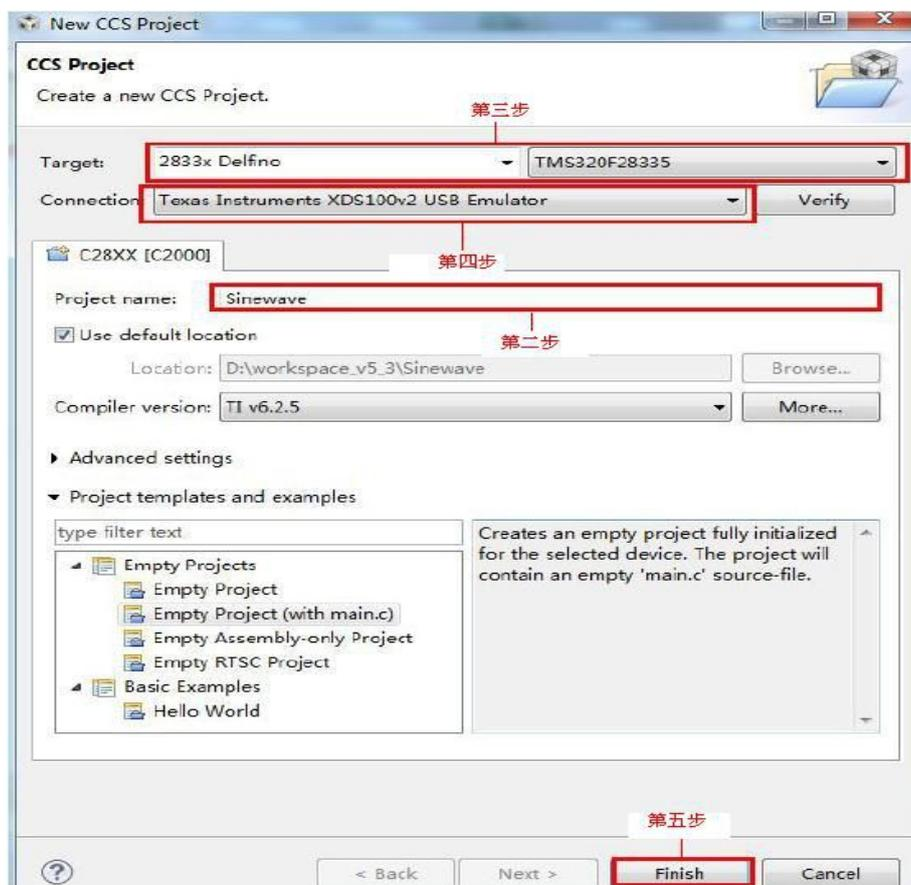

图 3-2
② 在“Project Name (项目名称)”字段中,键入新项目的名称。若选中“Use default location (使用默认位置)”选项(默认启用),将会在工作区文件夹中创建项目。取消选中该选项可以选择一个新位置(使用“Browse... (浏览...)”按钮)。将项目命名为“Sinewave”。
③ 在“Target”菜单中选择要使用的芯片类型。
④ 在“Connetion”里选择调试器。
⑤ 单击“Finish (完成)”创建项目。 , 如下图 3-2 所示: